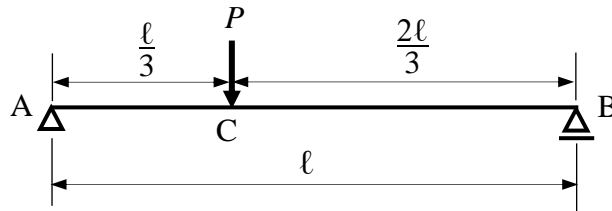

図 1
- (1) 図 1 に示すような、集中荷重  $P$  が点  $C$  に作用する長さ  $\ell$  の単純ばり  $AB$  に関する以下の問いに答えよ。